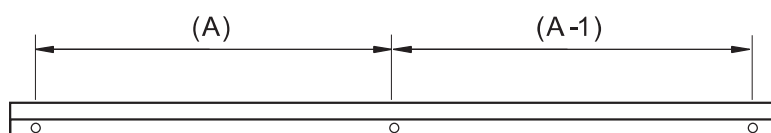

Fig. 1
- 1.2 Dopo aver scelto la posizione dell'armadio a specchio, verificare che la parete sia solida, misurare la distanza dei fori (A, A-1) nella barra in lega di alluminio con un metro a nastro e segnarla sulla parete con una matita (Fig. 1).